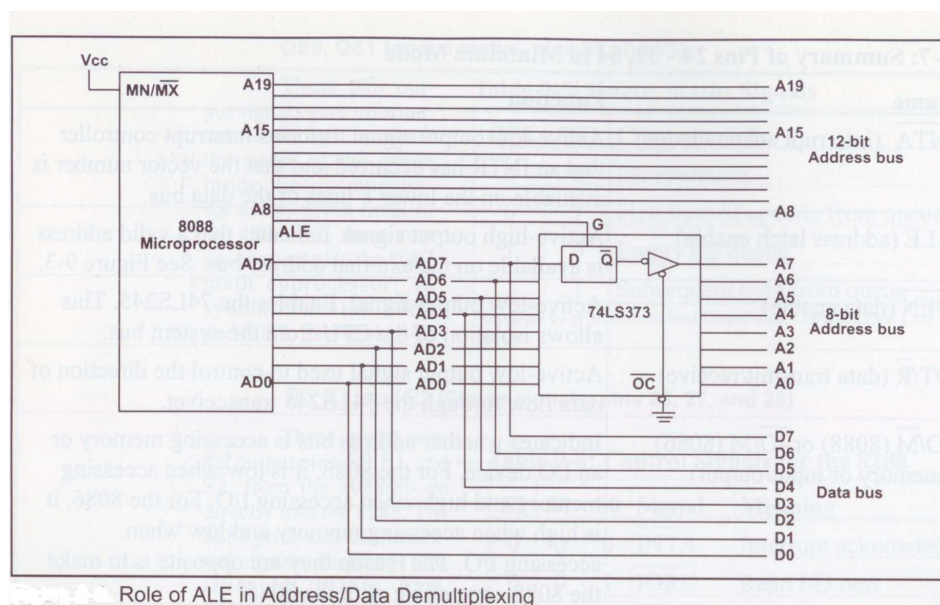

FIGURE 2.4 – Rôle de la broche ALE du 8088
- La broche 25 comporte le signal ALE (pour *Address Latch Enable*) qui par une impulsion à la logique 1, spécifie que les informations sur les broches AD0-AD15 concernent soit une adresse, soit une donnée (voir figure 2.4).